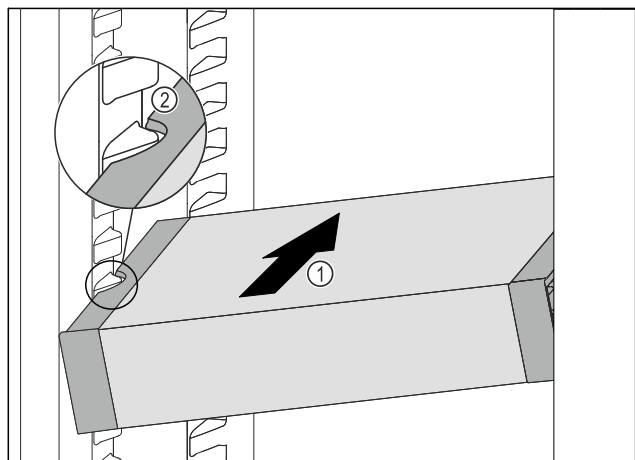

Fig. 101
- ▶ Inserire VarioSafe ad angolo nel vano frigorifero Fig. 101 (1), fino a quando le cavità laterali Fig. 101 (2) di VarioSafe non si trovano al livello della nervatura del contenitore nel vano frigorifero.